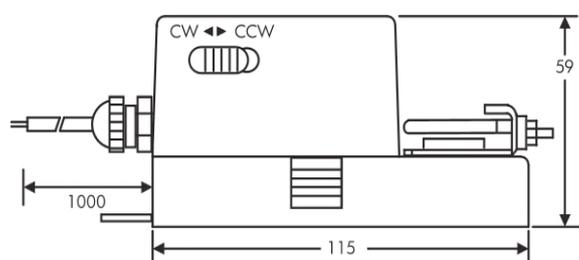

Рис.1 — NASA 1(2)-05(S1)
2.1 Габариты приводов указаны на рис. 1 и рис.2.